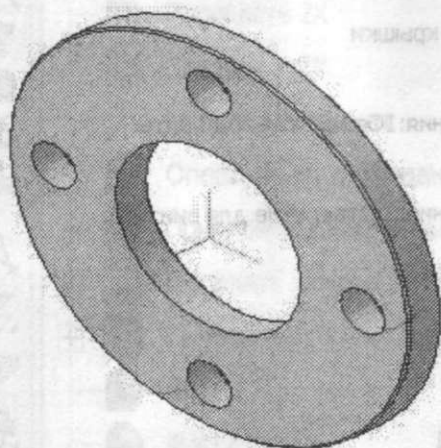
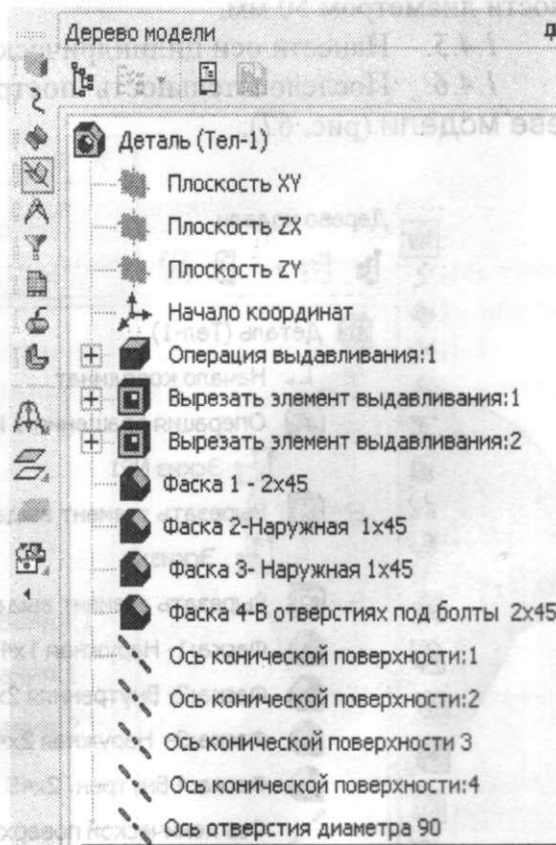

Рис. 63. Деталь «Фланец»
Рис. 64. Дерево модели детали «Фланец»
1.3.7. Последовательность построения детали «Фланец» (рис. 63) появится в **Дереве модели** (рис. 64).